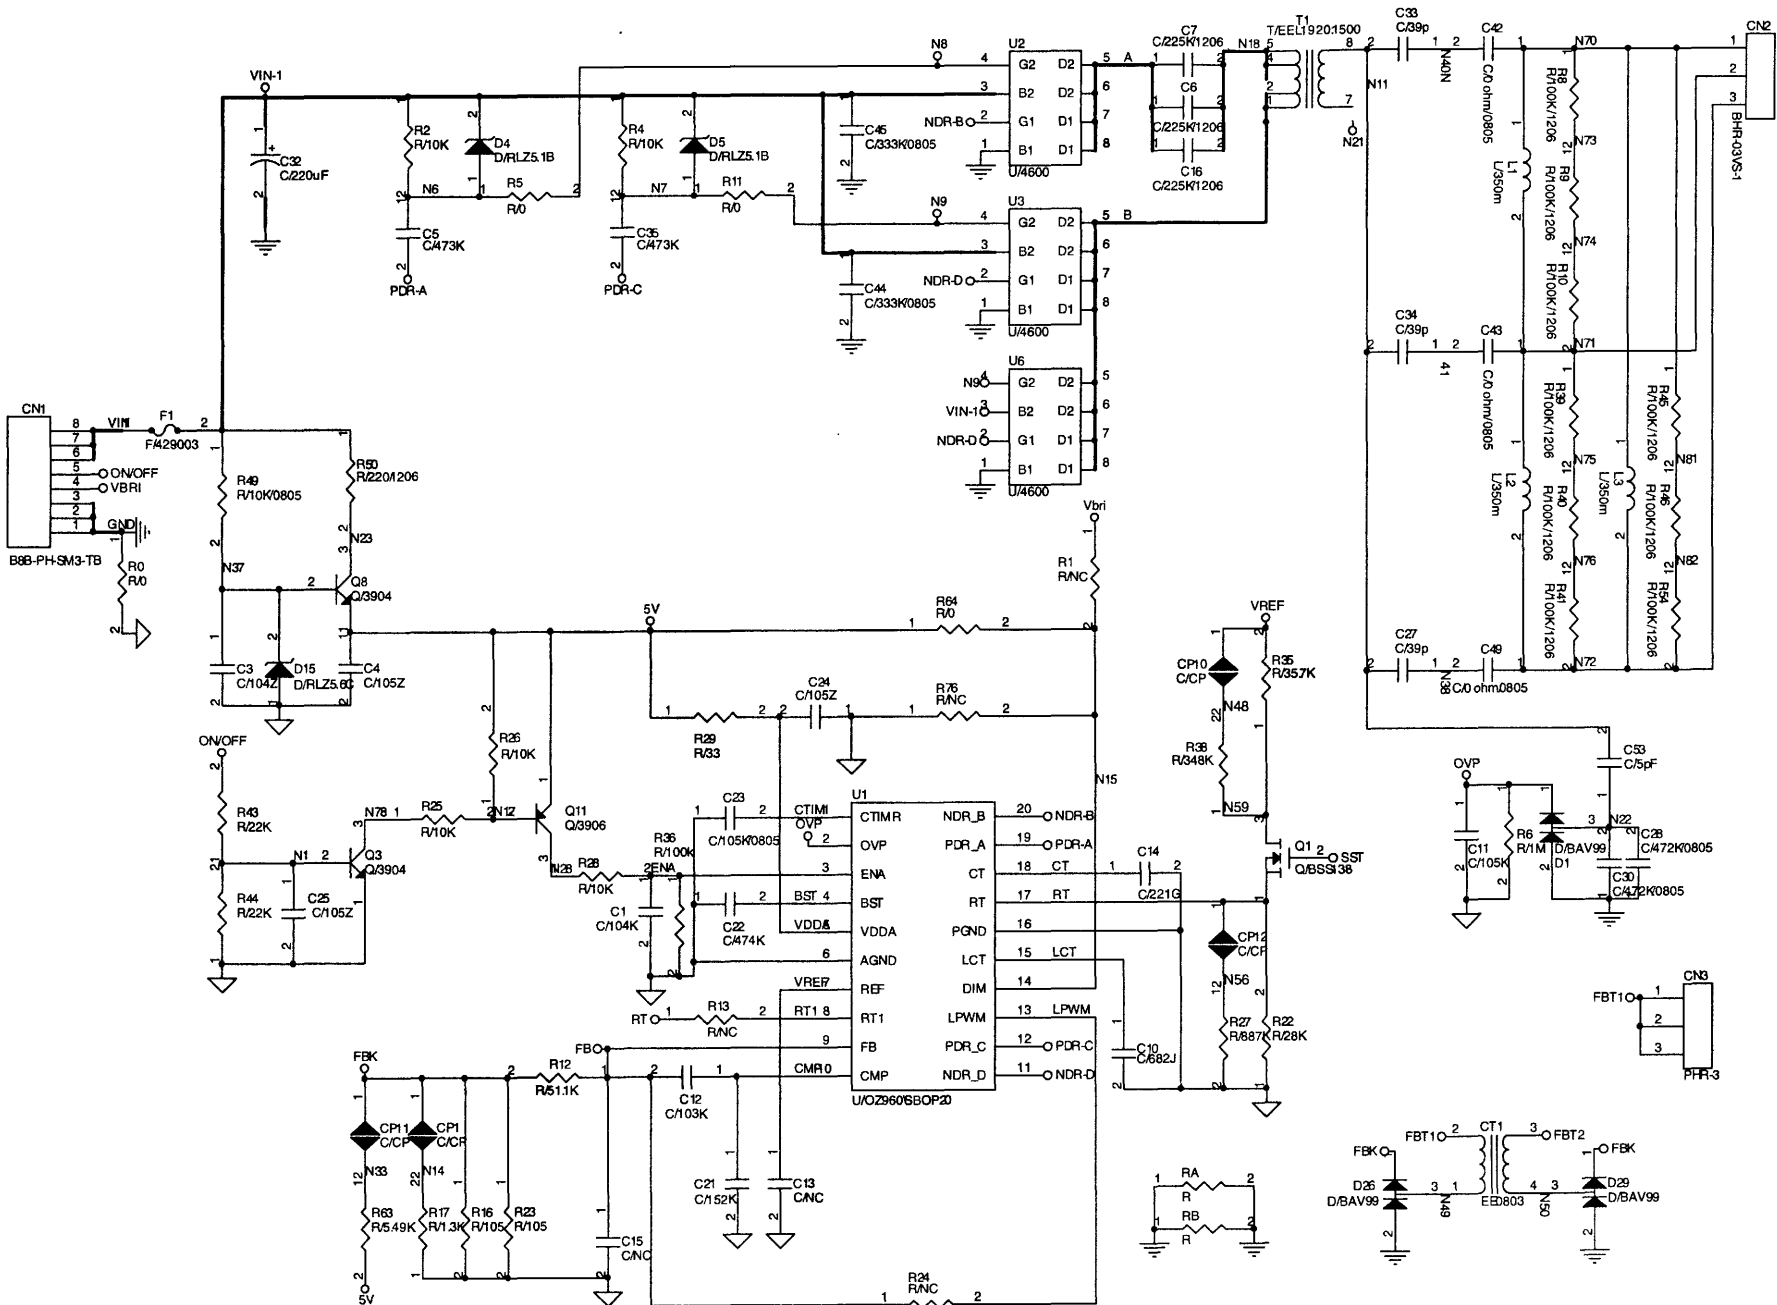
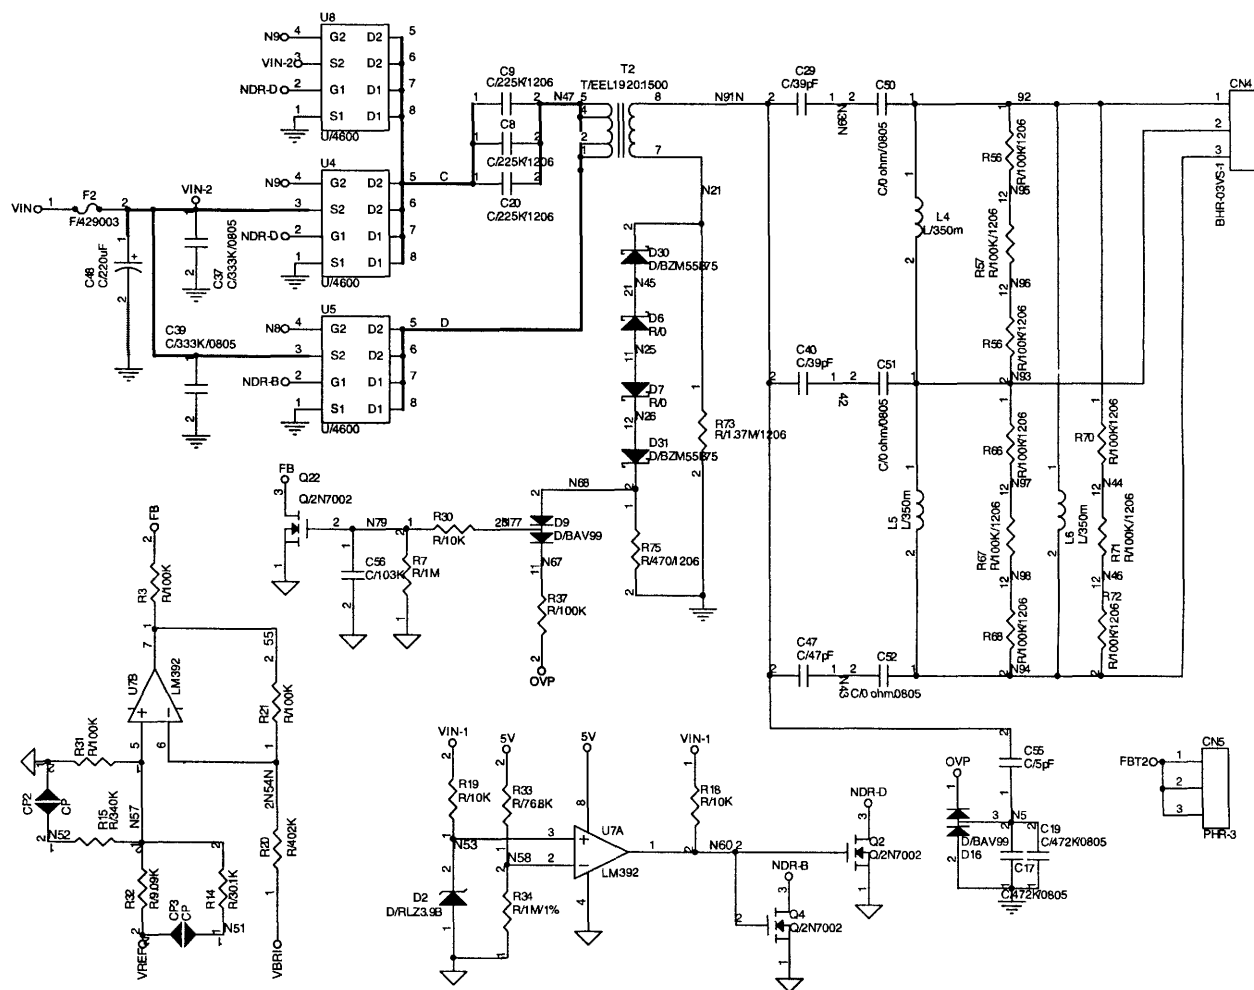
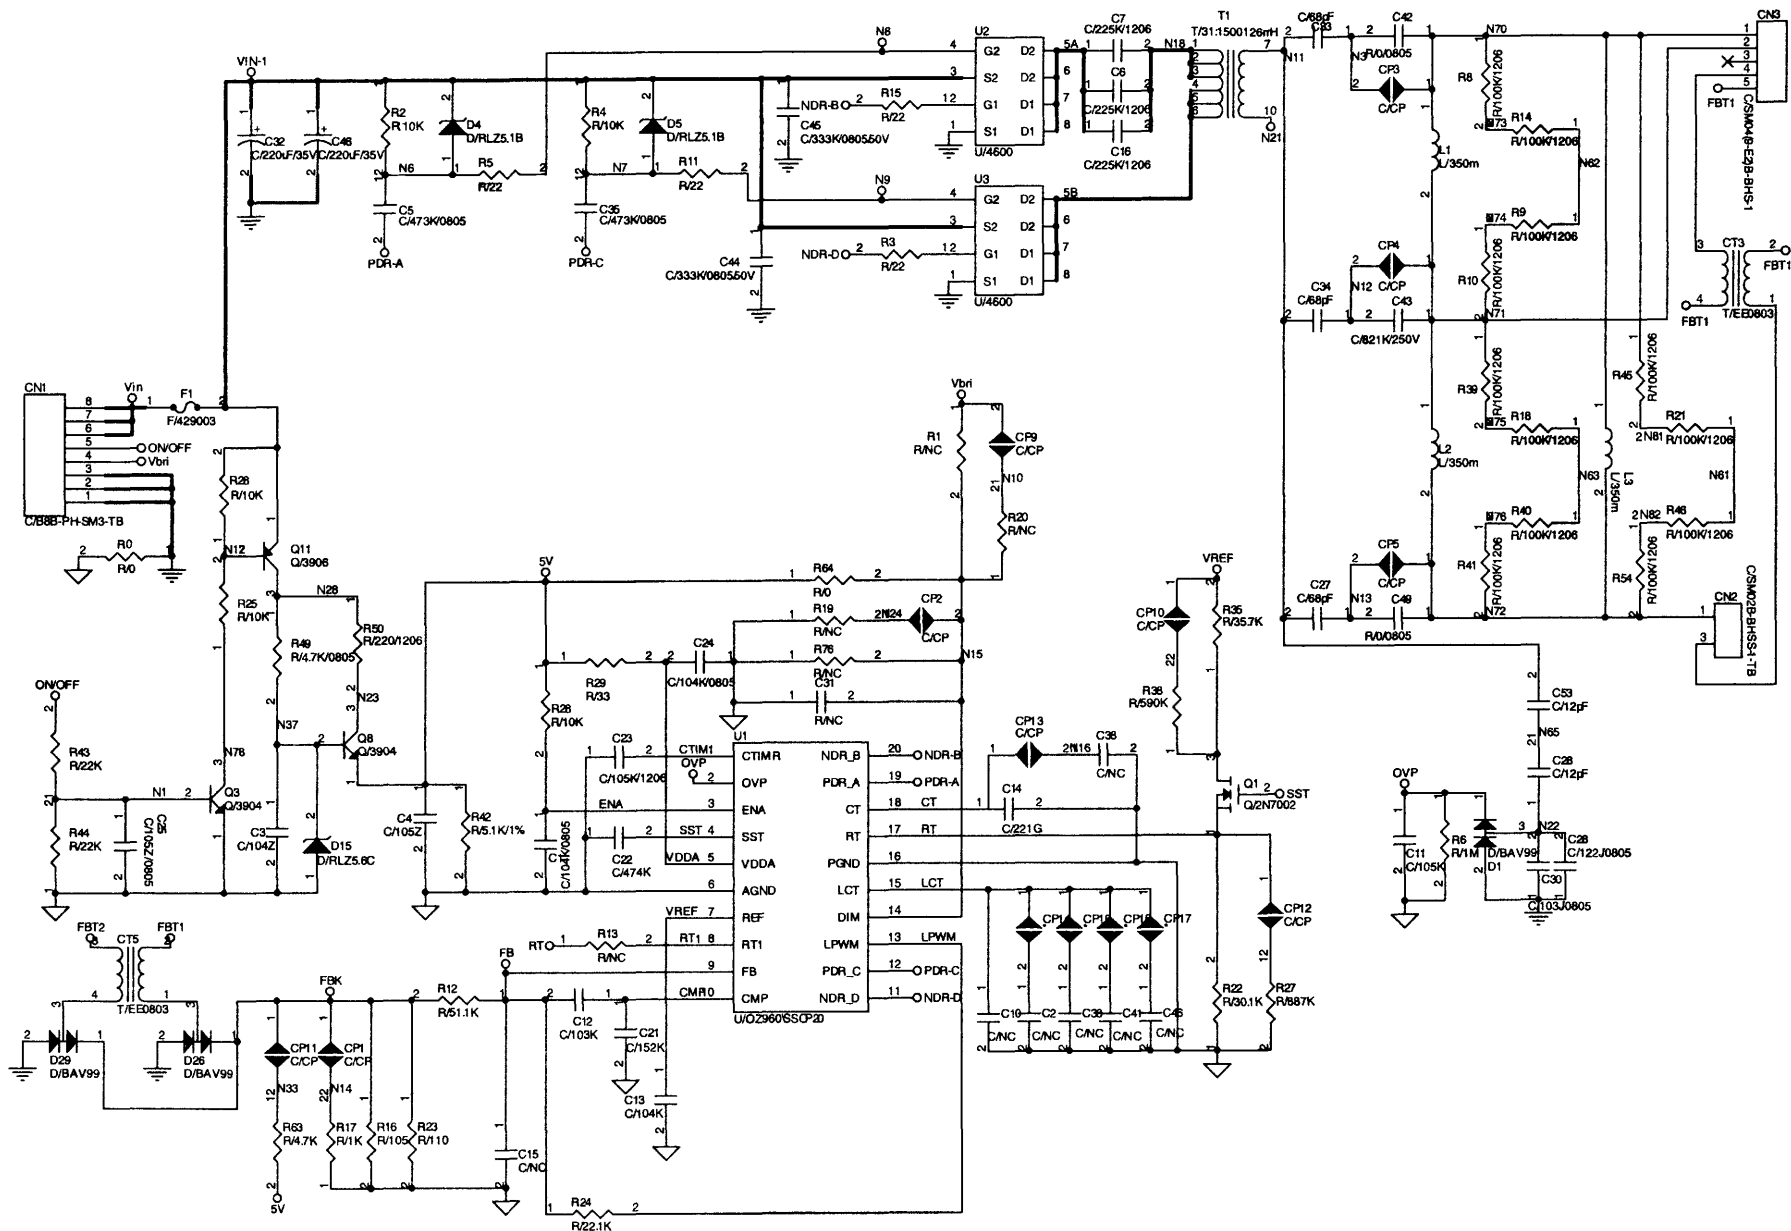
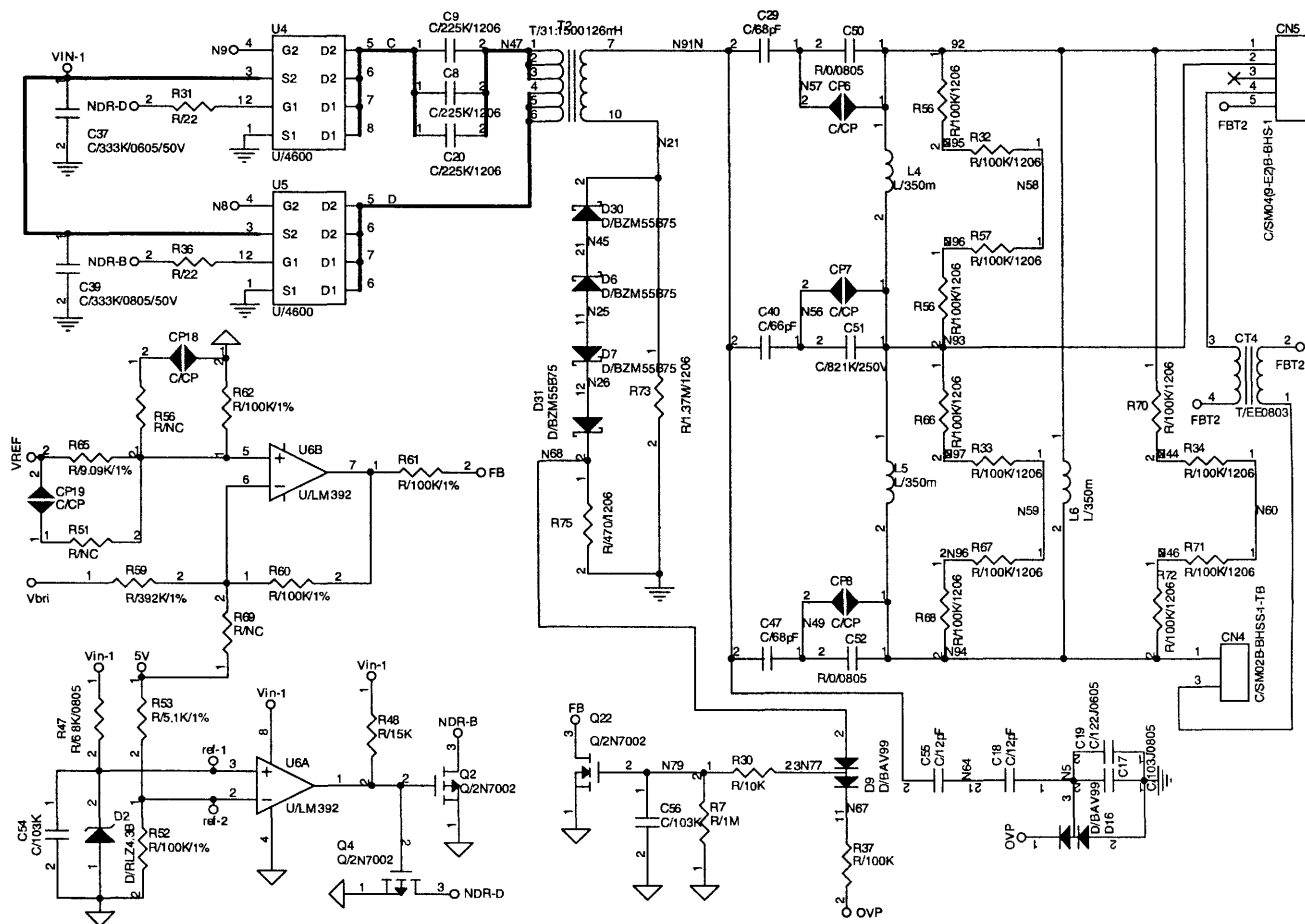

Рис. 6.29. Принципиальная схема узла инвертора IN1 (INVERTER PANEL 15'')
Рис. 6.30. Принципиальная схема узла инвертора IN2 (INVERTER PANEL 15'')
Рис. 6.31. Принципиальная схема узла инвертора IN1 (INVERTER PANEL 20")
Рис. 6.32. Принципиальная схема узла инвертора IN2 (INVERTER PANEL 20")
на на рис. 6.29 и 6.30, а для панели LC201V02 — на рис. 6.31 и 6.32.
Общего в этих схемах с предыдущей разве, что балансные цепи, двухстороннее пороговое устройство, цепи датчиков перегрузки по напряжению и току, и вообще цепи питания ламп. Отличия начинаются уже в разъемах для подключения ламп подсветки (см. рис. 6.29—6.32 и табл. 6.12, 6.13).
АО4600. Причем в инверторе для панели LC201V02, в каждом мосте, установлено по две таких пары. U2, U3 — один мост (см. рис. 6.31) и U4, U5 — другой мост (см. рис. 6.32). Каждая пара включена полумостом.
В инверторе для LC150X01 в каждом мосте используется по три комплиментарные пары. U2, U3, U6 — один мост (см. рис. 6.29) и U4, U5, U8 — другой мост (см. рис. 6.30). Один из полумостов в каждом из этих мостов содержит две включенные параллельно комплиментарных пары. Такое включение связано с несимметрией ШИМ сигнала. Плата инвертора для ЖК панели LC150X01 питается напряжением 12 В, а для LC201V02 — напряжением 24 В. Поэтому параллельное включение комплиментарных пар только в одном (перегруженном) полумосте облегчает тепловой режим комплиментарных пар при низком напряжении питания, а значит при большем токе нагрузки, чем в инверторе для панелей LC201V02.
- Q8, D15 (рис. 6.29 и 6.31) — стабилизатор 5 В для питания U1;
- Q3, Q11 (рис. 6.29 и 6.31) — схема включения;
- Q1 (рис. 6.29 и 6.31) — ключ схемы «мягкого запуска»;
- Q22 (рис. 6.30 и 6.32) — ключ схемы защиты от перегрузки по току;
- U7A, D2, Q2, Q4 (рис. 6.30 и рис. 6.32) — схема защиты от перегрузки при понижении напряжения питания;
- U7B (рис. 6.30 и 6.32) — компаратор схемы управления яркостью.
В телевизорах с экраном 15" и 20" в этом случае проверяют напряжение OVP на выв. 2 U1 (см. рис. 6.29 и 6.31). Если оно значительно отличается от номинального (более 2 В), то следует проверить цепи защиты от перенапряжения, подключенные к этому выводу. Если же напряжение OVP в норме, то следует проверить методом замены конденсатор C23, задающий время поджига (подключен к выв. 1 микросхемы U1). Если конденсатор исправен, проверяют напряжение на выв. 9 и 10 U1: напряжение на выв. 10 должно быть несколько больше, чем на выв. 9 (см. выше). Если это не так, то следует проверить емкостной делитель C12 C21.
проверить методом замены конденсаторы C14 и C21 (см. рис. 6.29 и 6.31).